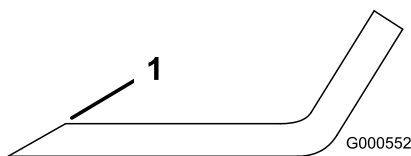

Figure 49
1. Au moyen d'une lime, aiguissez les tranchants à chaque bout de la lame (Figure 49).
**Remarque:** Si la lame est déséquilibrée, limez un peu l'extrémité de l'ailette seulement (Figure 49).